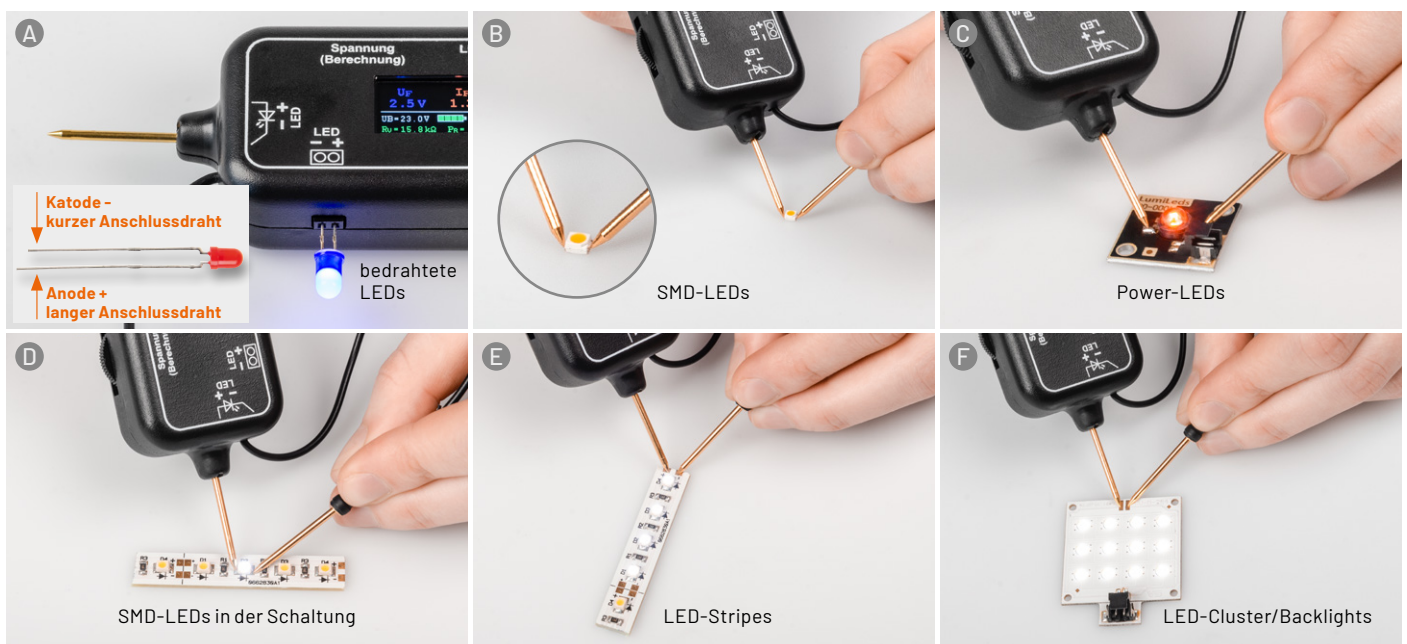

Bild 4 : So werden bedrahtete LEDs, SMD-LEDs, LED-Strips und LED-Cluster kontaktiert.
Für die Kontaktierung bedrahteter LEDs steht eine seitlich positionierte Buchse (A) zur Verfügung (Bild 4 A). Es ist dabei die Polung der LED, die auf dem Gehäuse des LED-T2 aufgedruckt ist, zu beachten. Die Anschlussbelegung einer LED ist ebenfalls in Bild 4 A zu sehen. Der längere Anschlussdraht ist immer der Pluspol, die sogenannte Anode. Falls die LED falsch angeschlossen wird, hat das keine negativen Auswirkungen, denn die LED ist dann in Sperrschichtung kontaktiert und es kann kein Strom fließen.
den. Da bei falscher Polung kein Schaden an der LED entsteht, kann die Polung einfach durch Ausprobieren ermittelt werden. Bild 4 B zeigt, wie man eine „lose“ SMD-LED kontaktiert.
Durch die relativ hohe Prüfspannung (bis 15 V) ist der LED-Tester in der Lage, LED-Cluster, LED-Stripes oder mehrere in Reihe geschaltete LEDs zu testen. Diese Anwendungsbeispiele sind in Bild 4 dargestellt. Wie schon erwähnt können nur LED-Einheiten getestet werden, die mit einer Versorgungsspannung < 15 V arbeiten.